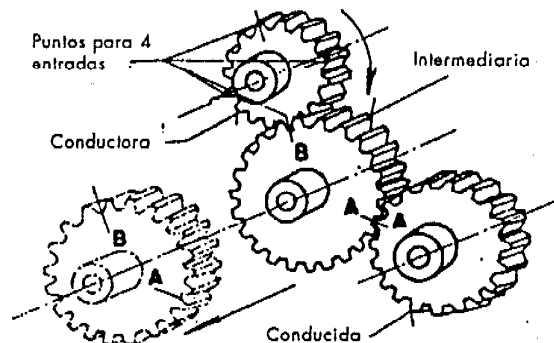

Figura 6
- a. Divida la rueda conductora por el número de entradas de la rosca y marque los puntos ( Figura 6 ).
- b. Marque referencias en las otras dos ruedas ( intermedia y conducida, figura 6 ).
- c. Retire o separe la intermedia ( Figura 6 ).